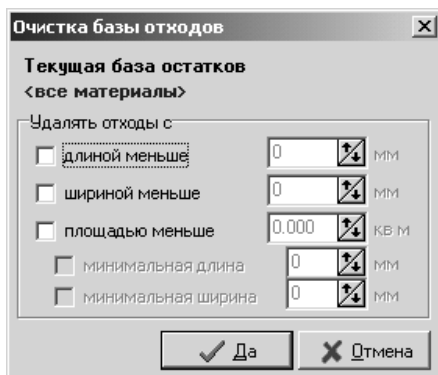

Рис. 7.7. Окно автоматической очистки базы отходов.
- **Очистить** базу отходов для текущего материала, в соответствии с указанными параметрами – кнопка **Параметры**. С помощью этой кнопки можно задать параметры очистки базы отходов для указанного материала (рис. 7.7).